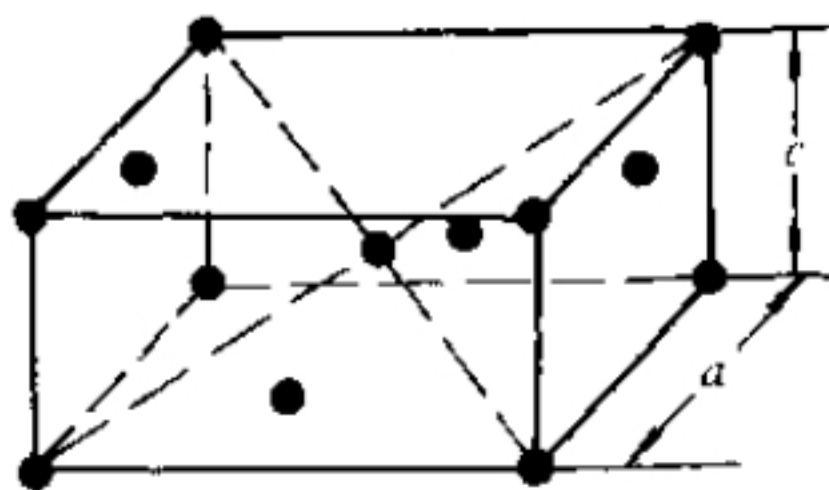

图 1-8  $\beta$ -Sn 的结构晶胞
**解** 此题是要绘出  $\beta-Sn$  实际的晶体结构 (晶胞)。为此, 必须找到它的空间点阵 (体心正方) 形式和点阵晶胞。结合题意可知,  $(0, 0, 0)$  坐标, 就是角原子 (8 个);  $(\frac{1}{2}, \frac{1}{2}, \frac{1}{2})$  坐标, 表示体心原子的位置; 其它两个坐标, 即为面上原子的位置, 其示意图如图 1-8 所示。